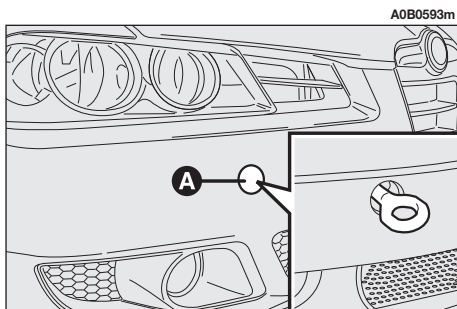

fig. 77
- Rimuovere il coperchietto (A) inserito a pressione sul paraurti anteriore (fig. 77) o posteriore (fig. 78). Per questa operazione, nel caso si utilizzi il cacciavite in dotazione con lama a punta piatta, occorre proteggere la punta stessa con un panno morbido, al fine di evitare l'eventuale danneggiamento della vettura.